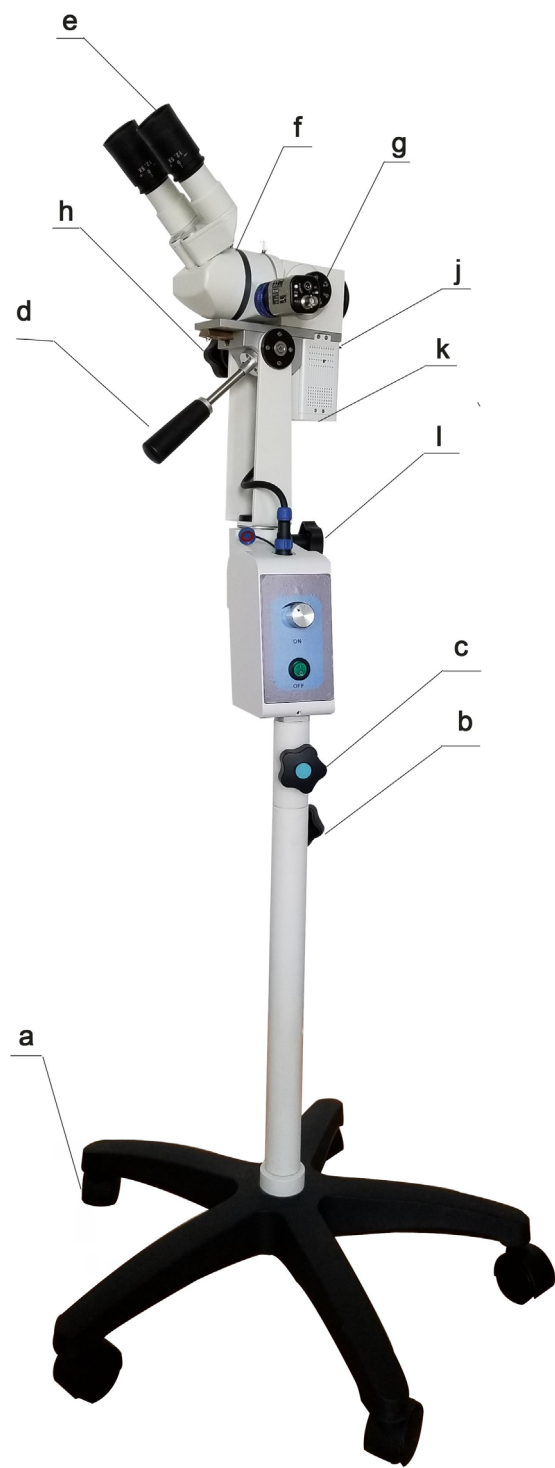

Imagen 2
4. MÉTODO DE OPERACIÓN (CONSULTE LA IMAGEN 2/3/ DIAGRAMAS 1/2)